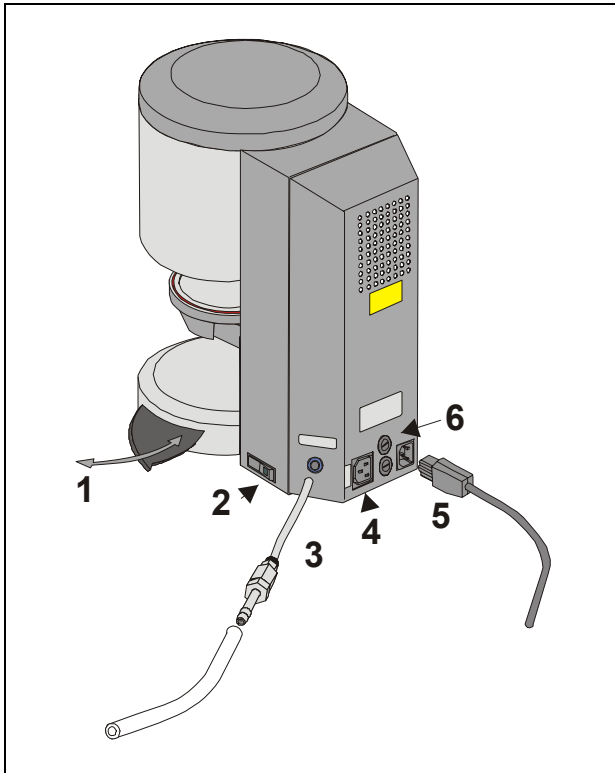

Fig. 1
- Collegare la pompa per vuoto (Fig. 1)
- Collegare il forno alla rete con il cavo in dotazione (Fig. 1) Utilizzare un cavo d'alimentazione per apparecchi termici tipo HO5RR-F 3G1, 0 mm². Non usare prolunghe. In caso di sovraccarico sussiste il pericolo di incendio
Quando il forno non viene utilizzato, si raccomanda di far salire il lift nella camera di cottura e spegnere il forno con l'interruttore principale (vedi Fig. 1, punto 2). La chiusura della camera di cottura protegge l'isolamento ed impedisce l'assorbimento di umidità.